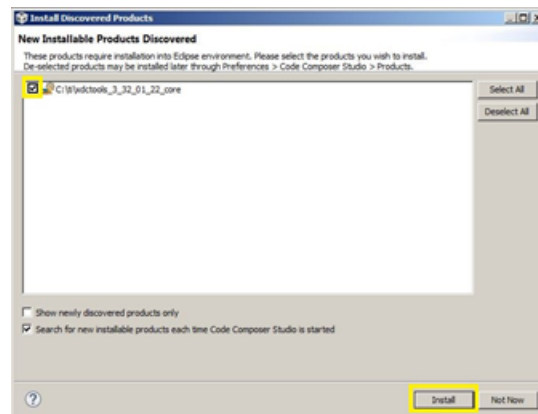

图 35. CCS 已发现的产品
- 选择添加 (Add), 然后添加路径并选择重新发现 (Rediscover)。重新发现后, 可能会出现安装已发现的产品 (Install Discovered Products) 窗口。如果出现该窗口, 则表示已发现新产品。如果上述产品已包含在列表中, 请选中这些产品, 然后单击安装 (Install) (请参见图 35)。